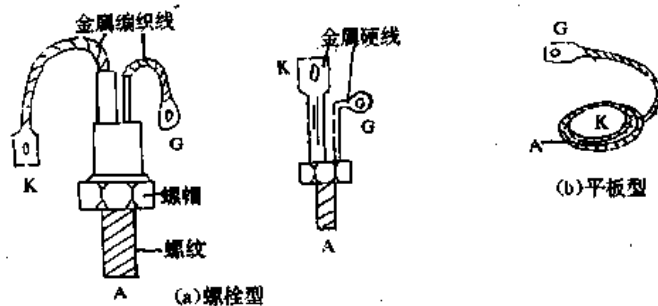

图 10-6 从外观上判断可控硅的电极
(1)外观识别电极。有些可控硅外壳上标有“+”、“-”极性,“+”表示可控硅的阳极,“-”表示可控硅的阴极,余下一极便是控制极;如图 10-6(a)所示,有些十几到两百安培的可控硅做成螺栓型的,其螺纹(螺帽)是阳极,其金属编织线(或金属硬线)中的粗长线电极为阴极,短而细的电极为控制极。如图 10-6(b)所示,有些大电流(200A 以上)可控硅则做成平板型的,其金属编织线电极为控制极,其中间凹下去部分为阴极,而凸出部分是阳极。